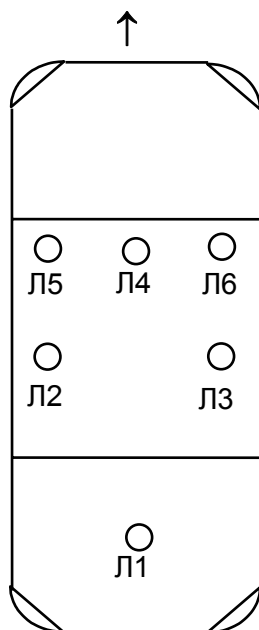

Рис. 2
6.2.6. Расположите антенны на крыше автомобиля (рекомендуемое расположение приведено на рис. 2).